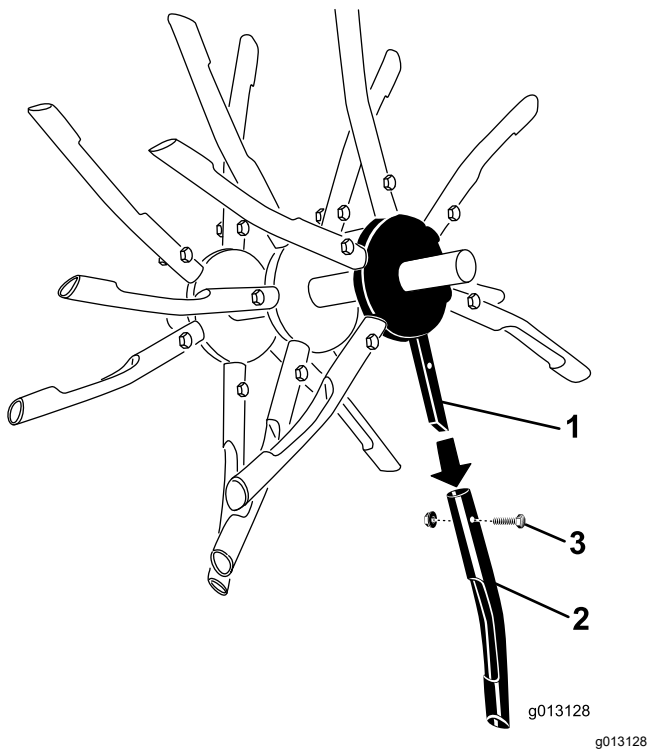

Figura 33
4. Si alguno está dañado o roto, retire la tuerca y el perno que sujetan el taladro al conjunto de taladros (Figura 33).